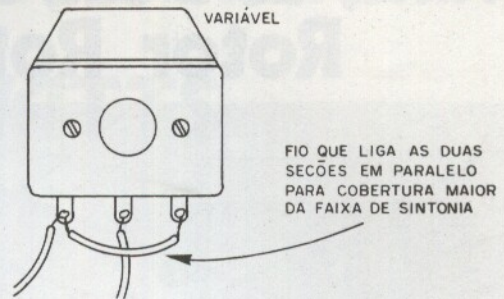

FIGURA 15
d) Não se obtém a sintonia total da faixa e as estações de PX ficam muito no extremo da sintonia dificultando sua captação. Neste caso você deve ligar as duas seções do variável em paralelo. (figura 15)